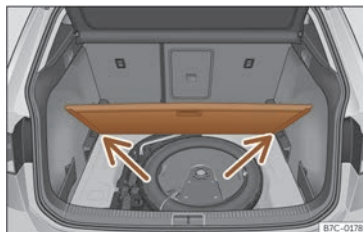

Fig. 166 Plancher modulaire du coffre à bagages : position inclinée.
- Appuyez le plancher contre les logements prévus à cet effet >>> **fig. 166** (flèches).